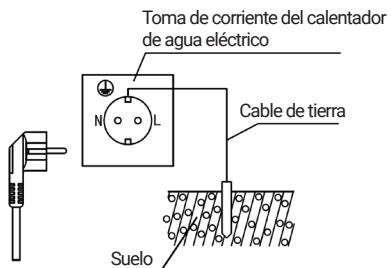

Figura 5
- (9) Después de confirmar que los valores nominales de los medidores de electricidad, cables, interruptores enchufes y fusibles del sistema de suministro de energía cumplen con los requisitos de consumo de energía de este producto, conecte un enchufe de posición adecuada para suministrar energía al calentador de agua eléctrico (como se muestra en la figura 5). La altura de instalación de la toma de corriente desde el suelo no debe ser inferior a 1,8 m.
- (10) Después de confirmar que los valores nominales de los medidores de electricidad, cables, interruptores, enchufes y fusibles en el sistema de suministro de energía cumplen con los requisitos de consumo de energía de este producto, conecte un enchufe de energía separado en una posición apropiada para suministrar energía al calentador de agua eléctrico (como se muestra en la Figura 5). La altura de instalación de la toma de corriente desde el suelo no debe ser inferior a 1,8 m.